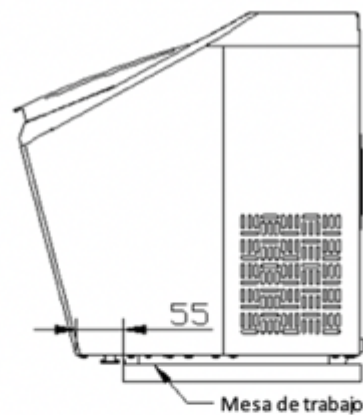
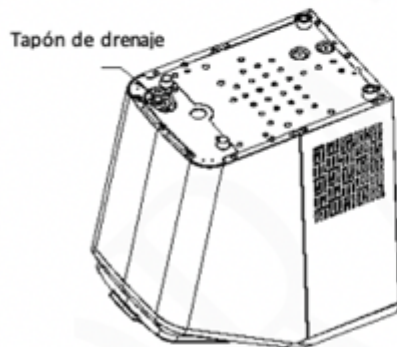
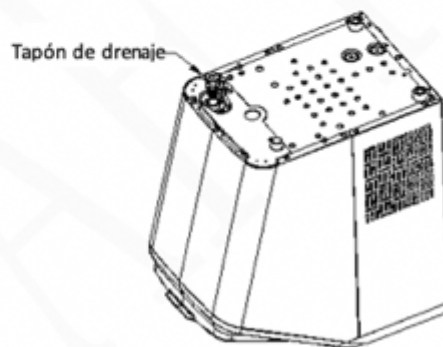

Fig.1
Fig.2
Fig.3
3. Mueva el aparato hacia adelante en la mesa de trabajo unos 60 mm y abra el tapón de drenaje (ver Fig.1, Fig.2 y Fig.3).